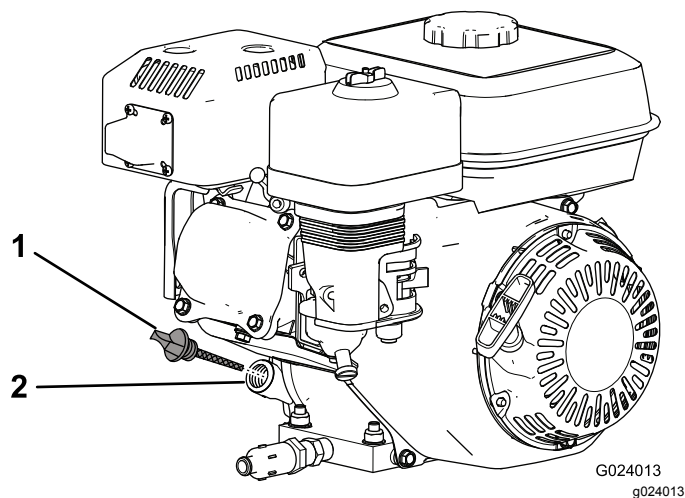

Figura 17
2. Desligue o motor, espere que arrefeça e limpe a área em torno do tampão de enchimento de óleo/vareta (Figura 17).